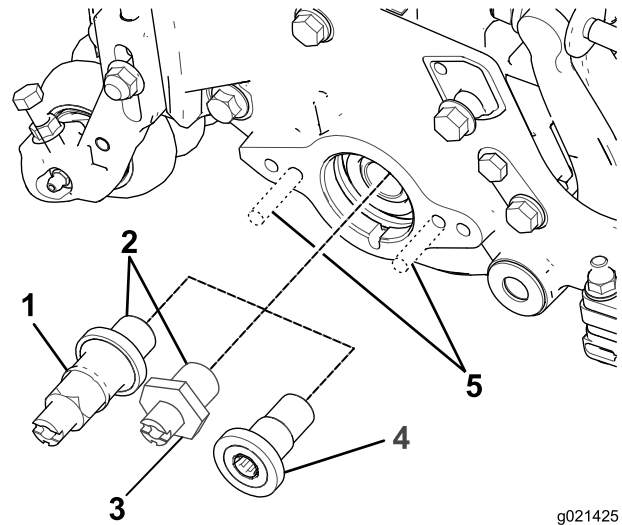

Figure 6
11. Retirez l'insert fileté de l'unité de coupe et mettez-le au rebut (Figure 6).
13. Appliquez du produit Loctite 242 (bleu) sur le filetage de l'arbre d'entraînement (Figure 6) et posez l'arbre d'entraînement en le serrant à un couple de 115 à 128 N·m.